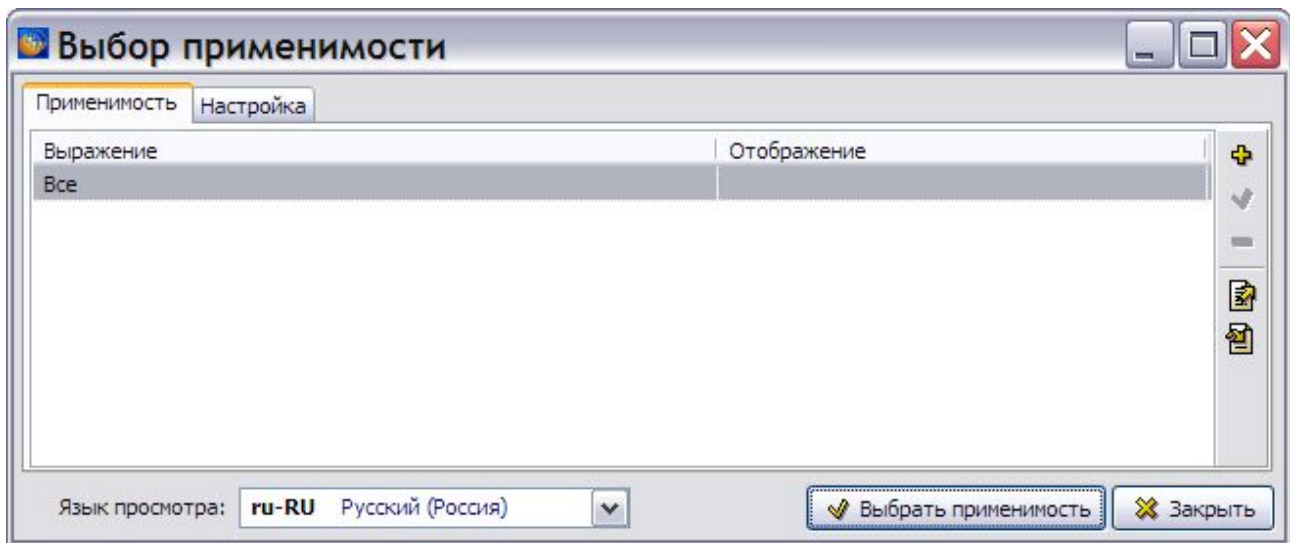

Рис. 10.19
- Нажмите на кнопку **Выбрать применимость**  на панели инструментов **Объекты**. При этом откроется диалоговое окно **Выбор применимости**, состоящее из двух вкладок (Рис. 10.19):